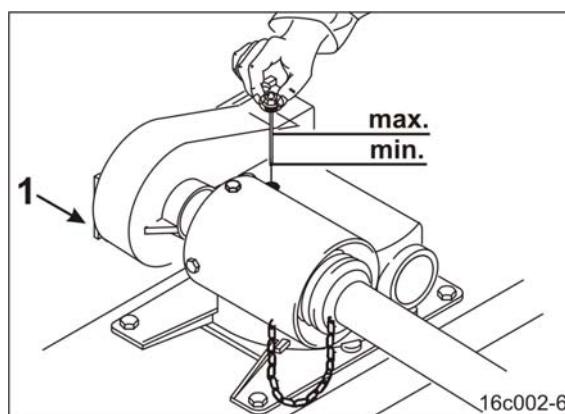

Fig. 177
2. Desfaceți șurubul de evacuare a uleiului (Fig. 177/1).